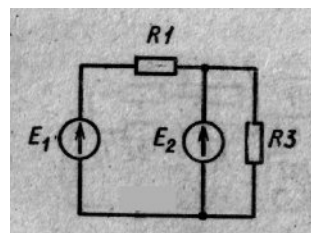

Рис. 4
5. Для электрической цепи, представленной на рис. 4, определить значения сопротивлений  $R_1$  и  $R_3$ , ток через резистор  $R_3$ , внутреннее сопротивление второго источника и составить баланс мощностей, если внутреннее сопротивление первого источника  $1\ \text{Ом}$ , токи  $I_1 = 2\ \text{А}$ ,  $I_2 = 1\ \text{А}$ , ЭДС источников  $E_1 = 18\ \text{В}$ ,  $E_2 = 10\ \text{В}$ , мощность на первом резисторе  $P_1 = 12,5\ \text{Вт}$ .